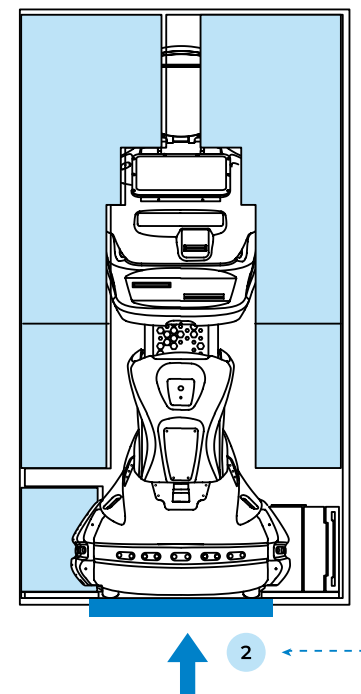

Рисунок 3.8. Металлическая подставка в ложементе внутри кофра
5. Вытащите металлическую подставку из ложеента и положите ее на профиль кофра для удобства извлечения робота (рис. 3.8).